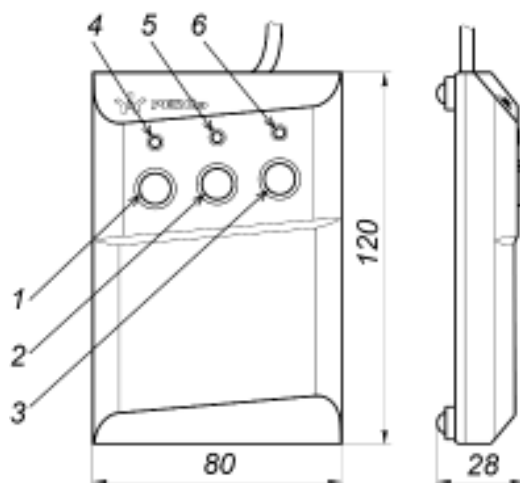
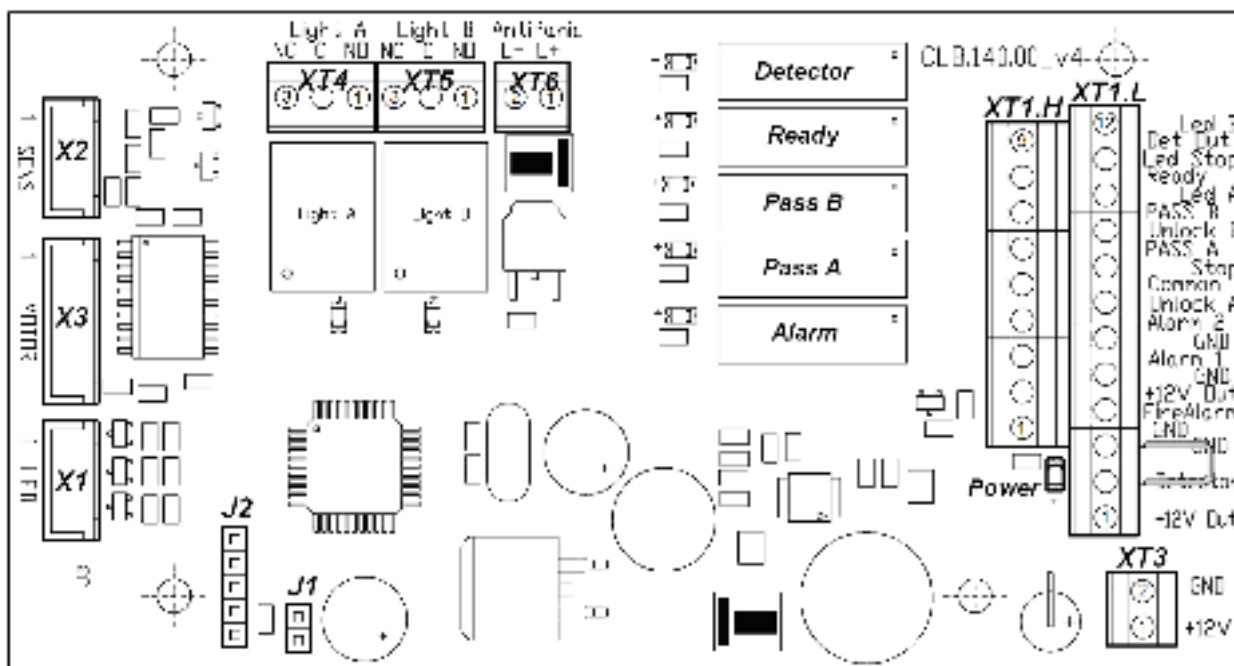

Рисунок 4. Общий вид и габаритные размеры ПДУ
Рисунок 5. Внешний вид платы управления
ПДУ (11) выполнен в виде небольшого настольного прибора в корпусе из ударопрочного АБС-пластика и предназначен для задания и индикации режимов работы при ручном управлении турникета. ПДУ подключается к плате управления гибким многожильным кабелем (12) через клеммную колодку **XT1.L** (см. рис. 5). Общий вид ПДУ показан на рис. 4.
Внутри стойки расположен кронштейн с установленной платой управления (см. рис. 5) и клеммами для подключения внешних устройств. К плате подключаются ПДУ, выходы СКУД, устройство РУ (при его использовании), устройство аварийного открытия прохода *Fire Alarm* (далее – *устройство Fire Alarm*). На клеммы подключения внешних устройств выведены линии подключения источника питания, линии управления механизмом картоприемника, линии сигналов считывателей. Подключение внешних устройств производится в соответствии со схемой электрических соединений турникета (см. рис. 14).
На плате управления (см. рис. 5) расположены:
Выбор режима управления осуществляется снятием / установкой переключки на разъем **J1** платы управления. Расположение разъема **J1** показано на рис. 5. При поставке переключка установлена, что соответствует импульсному режиму управления турникетом. Для перехода в потенциальный режим управления снимите переключку. Изменение режима управления произойдет после включения турникета.
Факт подачи напряжения на обмотку реле можно определить по загоранию соответствующего красного светодиода, установленного на плате управления вблизи соответствующего реле (см. рис. 5).